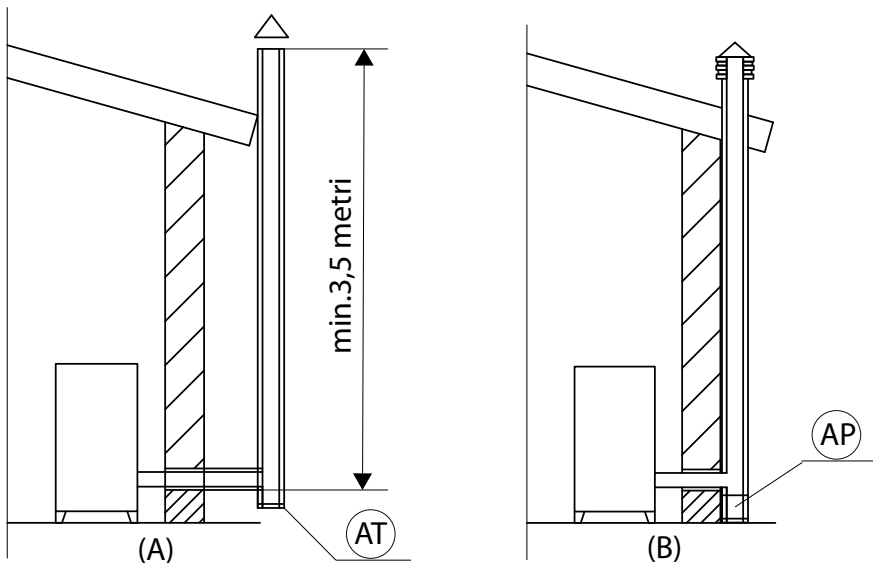

ABBILDUNG 1 - SCHORNSTEIN
Der Rauchabzug oder Schornstein ist von großer Bedeutung für den reibungslosen Betrieb einer Heizvorrichtung für feste Brennstoffe mit Zwangsumluft, da die modernen Heizgeräte einen hohen Wirkungsgrad mit kälterem Rauch und daher einem geringeren Abzug erzielen; es ist daher unbedingt erforderlich dass der Rauchabzug gemäß der Regeln der Technik realisiert wird und stets in perfektem Zustand erhalten wird. Ein Rauchabzug, der für ein Pellet-/Holzheizgerät vorgesehen ist, muss mindestens Kategorie T400 (oder größer, wenn das Gerät dies erfordert) und resistent gegen Rußbrand sein. Der Rauchgasabzug muss an einem einzelnen Schornstein mit isolierten Stahlrohren (A) realisiert werden oder an einem bereits bestehendem Schornstein, der für den vorgesehenen Gebrauch geeignet ist (B). Ein einfacher Schacht aus Zement muss entsprechend verrohrt werden. In beiden Fällen muss ein Inspektionsverschluss (AT) und/oder eine Inspektionsklappe (AP) vorgesehen werden - ABB.1.